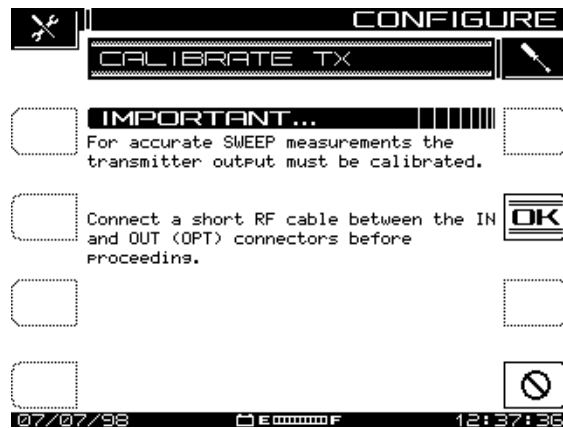

Abb. 2-12 Kalibrierung des Senderausgangs
- **Calibrate Transmitter (Sender kalibrieren):** Zum Kalibrieren des Senderausgangs die **Eingabetaste** drücken. Der in Abb. 2-12 gezeigte Bildschirm erscheint mit einer Aufforderung, den Eingangs- (IN) und Ausgangsanschluss (OPT) des Messgeräts mit einem kurzen Koaxialkabel zu verbinden oder einen Nebenschluss (Shunt) herzustellen. Anschließend die Softwaretaste **OK** drücken.